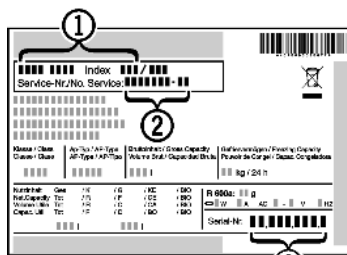

Fig. 19
- ▶ Наименование устройства *Fig. 19 (1)*, сервисный № *Fig. 19 (2)* и серийный № *Fig. 19 (3)* считайте с заводской таблички. Заводская табличка находится внутри устройства слева.
- ▶ Обратитесь в сервисную службу и сообщите вид неисправности, наименование устройства *Fig. 19 (1)*, сервисный № *Fig. 19 (2)* и серийный № *Fig. 19 (3)*.